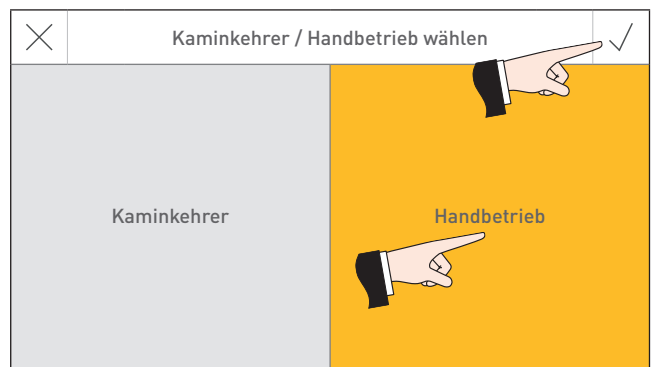

Fig. 19 Handbetrieb auswählen und bestätigen
- Handbetrieb auswählen und bestätigen ✓ – Fig. 19.